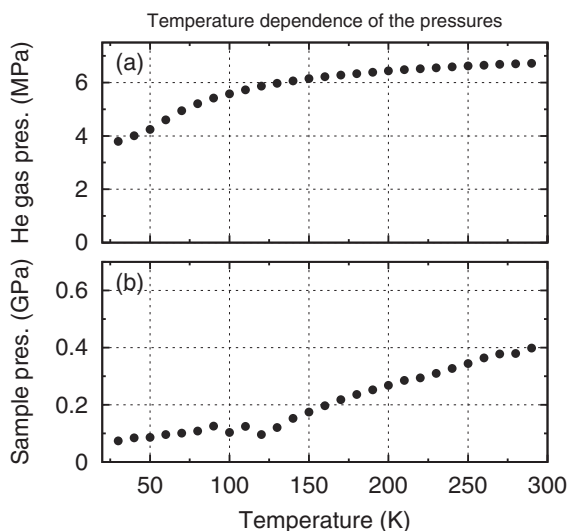
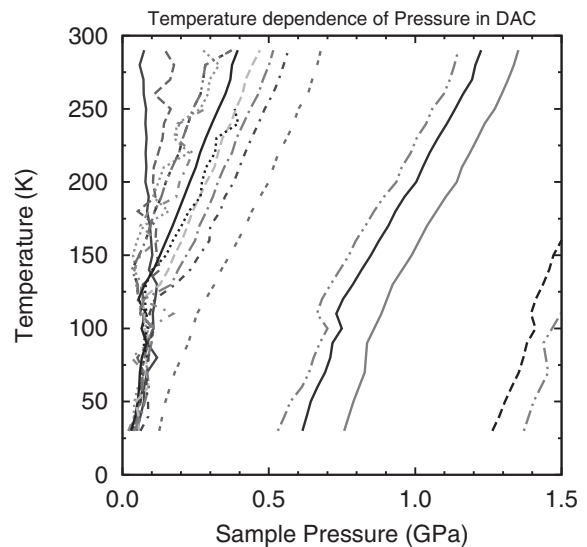
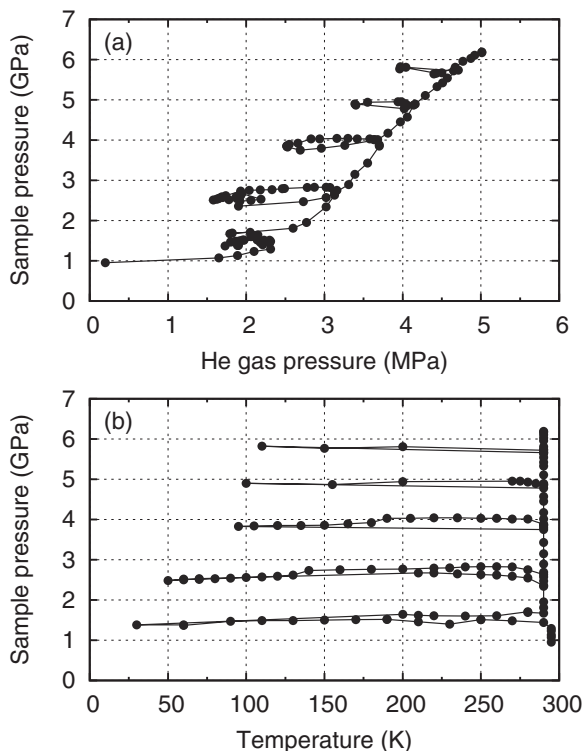

Figure 4 Temperature dependence of (a) He gas pressure and (b) sample pressure.
Figure 5 Temperature dependence of the sample pressure. Each routine was drawn by a line.
Figure 7 (a) He gas pressure dependence of sample pressure. (b) Temperature dependence of sample pressure.
このような実験条件で、DAC の試料室内の温度・圧力の He ガス圧依存性の系統的な測定を行った。ここでは、室温で He ガスを供給し試料室内の圧力を変化させた後、He ガスの供給を止めて実験した一連の結果を示す（低温では、供給している He ガスが液化する可能性がある。この液化したガスが昇温時に気化し試料圧力が急上昇する危険を避けるため、ここでは室温で He ガスの供給を止めて実験した）。Fig. 4 に、1 回の実験の He ガス圧と試料圧力の温度依存性を示している。まず室温にて、He ガス圧を供給し、試料圧力を 0.40 GPa にした。その後、温度降下に伴い He ガス圧が低くなっていることがわかる。試料圧力も温度降下に伴い低下しているものの、He ガス圧との相関はないように見える（実際、試料圧力の温度依存性は DAC に依存し、He ガス圧との明確な関係があるようには見えない。また、圧力媒体の種類に大きく依存することにも注意が必要である）。このような実験を、様々な室温での初期圧力のもとで測定した結果をまとめたのが、Fig. 5 である。図より温度降下による試料圧力の変化がよく把握できるとともに、ある温度での任意の試料圧力を実現するのに必要な室温での試料圧力を決めることも可能である。また、Fig. 5 で示す温度・圧力領域での試料の結晶構造等の温度・圧力相図の決定が十分に行えることがわかる。ただし、低温での圧力媒体の固化と降温時の試料圧力の変化
そこで、温度を変化させたときの試料室内の圧力の変化を NaCl の格子定数より求め、その変化量に応じて印加している He ガス圧を制御するタイプの圧力一定下温度変化実験を行ってみた。ここでは、Fig. 5 で示すような温度変化に伴う試料室内の圧力の変化を参考にして He ガス圧の制御の指針をたて、回折計制御プログラム SPEC より He ガス圧を実際に制御した。Fig. 7(a) には、一連の実験の He ガス圧と試料室内の圧力の関係、Fig. 7(b) には、同実験時の試料室内の圧力と試料の温度の関係が示されている。簡単に実験経過を説明する。最初試料部の初期圧力は、1.0 GPa である。1 番目の目標圧力は 1.4 GPa であり、He ガス圧を 2.3 MPa 程度まで印加し、降温実験を行う。降温時の He ガス圧の制御は SPEC よりほぼ自動で行った。その結果、He ガス圧は温度に依存して大きく変化させているものの、Fig. 7(b) に示すように、試料圧力は ±0.2 GPa の精度でほぼ一定に保たれている。より高压でも
**Figure 7** Development of Lorentz-corrected SAXS profile and POM photograph for B38LC30. The scale bar indicates a distance of 100  $\mu\text{m}$ . The peaks A–C are due to the microphase separation structure, and the peak LC due to Sm layers.
割 SAXS 測定と POM 観察により詳細に検討した。Fig. 7 に、その結果を示す。SAXS プロフィール中、高温で  $q=0.17 \text{ nm}^{-1}$  付近に見られるマイクロ相分離由来のピーク (A) は、 $T_{\text{iso}}$  (約  $100^\circ\text{C}$ ) 以下では、 $q=1.4 \text{ nm}^{-1}$  のスメクチック層由来のピーク (LC) の出現と共にやや強度を減少させながら小角側に移動する (B)。それとともに、より小角側に新たなピーク (C) が出現し、その成長に伴いピーク (B) は消滅する。POM 写真においても、SAXS プロフィールの変化に対応する過程が観察出来る。すなわち、液晶化初期においては、スメクチック型液晶に特有の扇状組織 (C) とともに、分子配向のみを示す相 (B) の共存が確認できる。その後、液晶化の進行と共に相 (B) は消失していき、扇状組織 (スメクチック相) のみになる。これらの挙動は、最安定なスメクチック型液晶相形成の過程において、過渡的にスメクチック相とは異なる液晶相 (おそらくネマチック型液晶相) が共存することを意味する。これまで、液晶化によるマイクロ相分離構造の変化を報告した例はあるものの、二相共存を経ながら不連続に構造が変化した報告例は無く、興味深い現象である。また、主鎖型高分子液晶やある種の結晶性高分子において報告されているネマチック相を経由した相転移とも関係するかもしれない [14,15]。